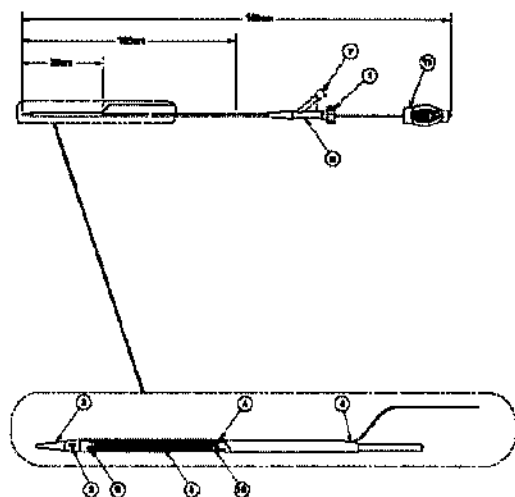

Figura 1. Sistema de colocación
El sistema de colocación, ilustrado en la figura 1, está formado por un cuerpo externo (1) y una vaina externa (2) que están unidos con un cierre de seguridad (3). El cuerpo interno de nylon acaba distalmente en una punta de catéter flexible (4) y empieza proximalmente en el acople (5). En el cuerpo interno hay dos marcadores radioopacos, uno distal (6) y otro, marcador y retén, proximal (7) al stent comprimido.
El sistema introductor, ilustrado en la Figura 1, está compuesto por un cuerpo interior (1) y una vaina exterior (2), sujetos entre sí por una traba de seguridad (3). El cuerpo interior de nylon termina distalmente en una punta flexible (4) del catéter y se origina del extremo proximal del núcleo (5).
Tal y como se muestra en la figura 1, la vaina exterior se conecta por el extremo proximal al adaptador en Y (8). El stent autoexpansible queda constreñido en el espacio existente entre el cuerpo interior y la